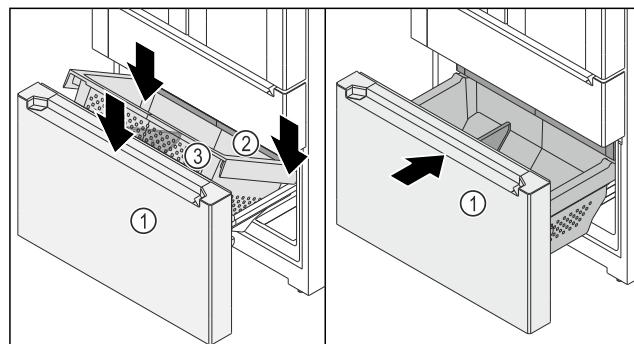

Fig. 145
- Висувний візок Fig. 145 (1) витягнуто.
- Висувний ящик Fig. 145 (2) всунуто.
- Установіть контейнер Fig. 145 (3) ззаду на рейки праворуч і ліворуч.
- Опустіть контейнер Fig. 145 (3) спереду так, щоб контейнер Fig. 145 (3) охоплював рейки праворуч і ліворуч.
- Всуньте висувний візок Fig. 145 (1).